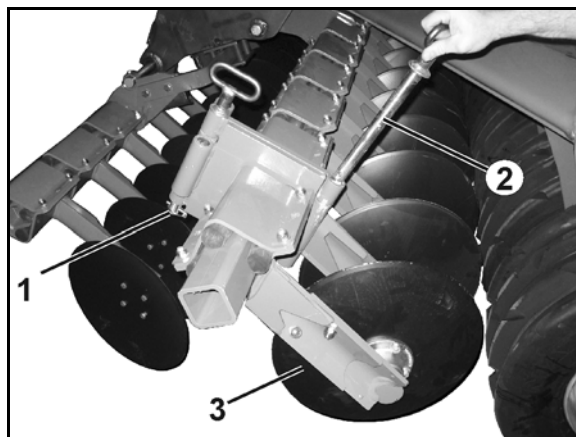

Bild 77
- 8.1 Lossa låssprinten (Bild 77/1).
- 8.2 Dra ut bulten (Bild 77/2).
- 8.3 Fäll ner kantallriken (Bild 77/3) och lås med bulten i denna position.